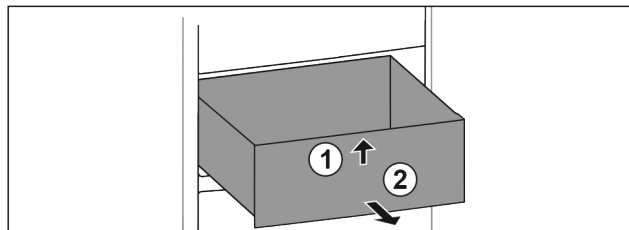

Fig. 15
- ▶ Nadzvedněte zásuvku vpředu. Fig. 15 (1)
- ▶ Vyměte zásuvku dopředu. Fig. 15 (2)